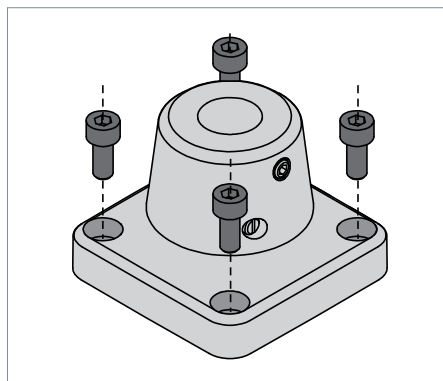

Fig. 1: Elemento di fissaggio.
- Avvitare l'elemento di fissaggio mediante quattro viti appropriate alla superficie di montaggio, vedi Fig. 1.